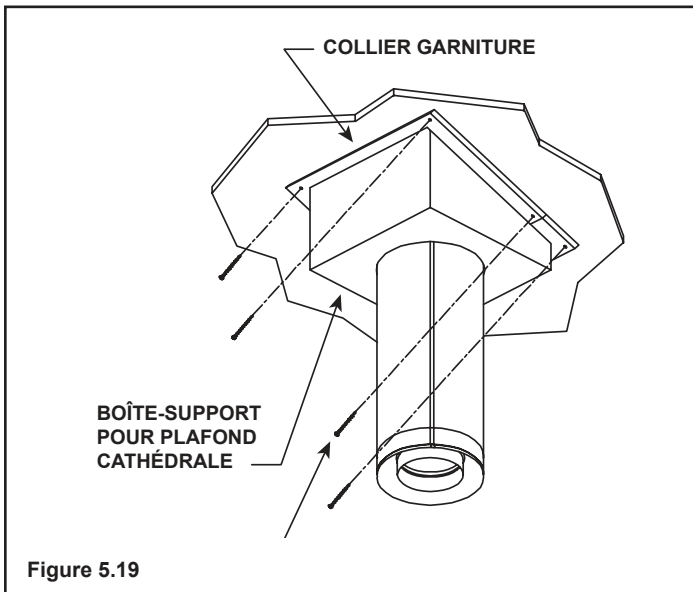

Figure 5.19
8. Installez le collier garniture noir à l'extérieur de la boîte-support du plafond cathédrale (figure 5.19). Les deux parties du collier garniture glissent l'une sur l'autre pour faciliter leur ajustement autour de la boîte-support. Fixez les quatre coins et les parties qui se chevauchent du collier garniture au plafond au moyen des six vis fournies. Vous voudrez sans doute percer des trous dans les parties qui se chevauchent pour faciliter l'installation.